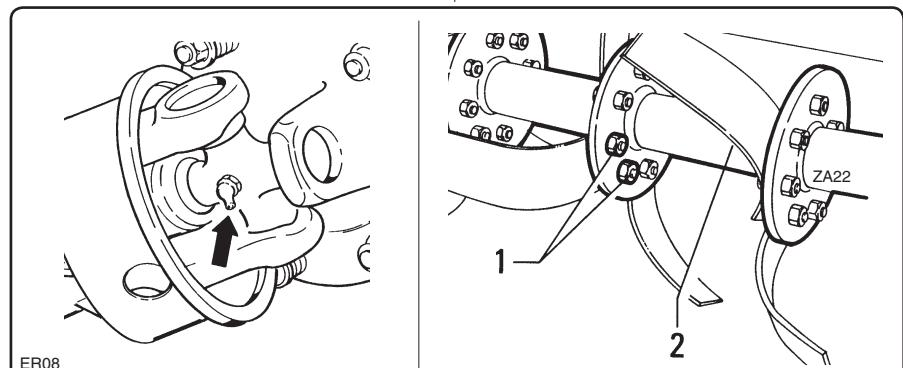

fig. 7.4.2
- Vérifiez que l’arbre à cardans est en bon état et graisser les croisillons (fig. 7.4.2).
- Contrôlez le serrage des boulons “1” de blocage des lames sur le rotor “2” (fig. 7.4.2).
- Die Gelenkwelle auf unbeschädigten Zustand prüfen und die Kreuzgelenke (Abb. 7.4.2) schmieren.